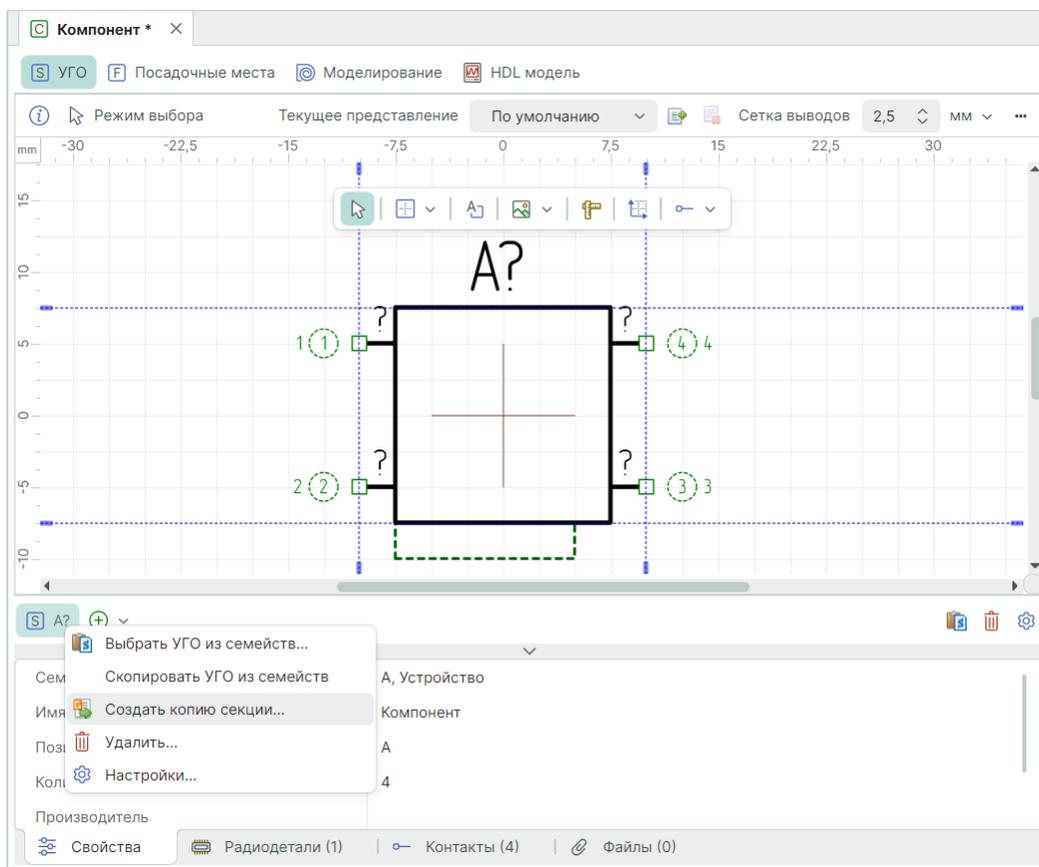

Рис. 215 Вызов инструмента копирования секции
1. В нижней левой части окна на области иконки  из контекстного меню выберите «Создать копию секции», см. Рис. 215.